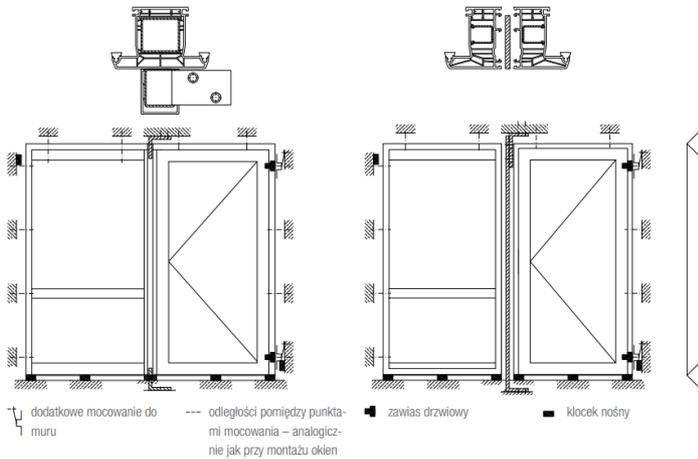

Abb. 4 Einbau einer Reihe von Außentüren
- Bei mehrteiligen Außentüren mit Pfosten sowie bei kombinierten Sätzen sollten zusätzlich Verstärkungsprofile eingebaut werden (Abb.4)